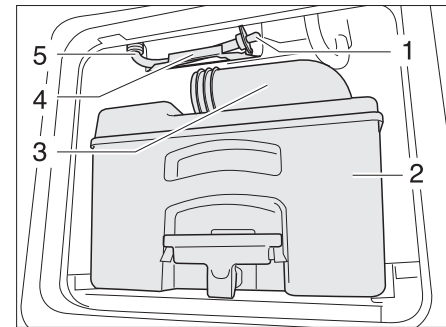

Fig. 111 Tubo de desagüe del depósito de agua del inodoro
- ▶ Vaciar el cassette (Fig. 111,2) en una estación de evacuación autorizada para ello y limpiarlo.
- ▶ Dejar el tubo de vaciado (Fig. 111,3) abierto.
- ▶ Sacar el tubo de desagüe (Fig. 111,5) de la sujeción (Fig. 111,4).
- ▶ Sacar el tapón de desagüe (Fig. 111,1) y dejar que salga el agua residual.